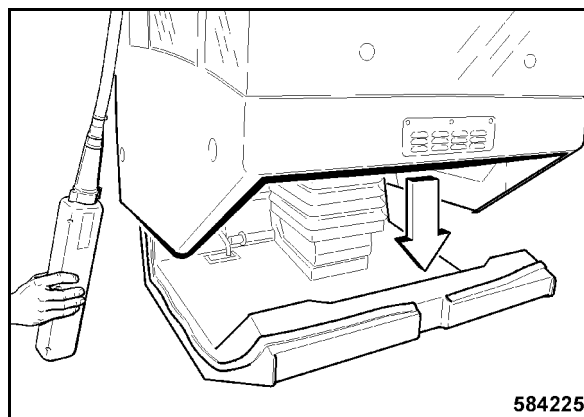

Fig. 239
- Colocar la cabina verticalmente y despacio sobre el puesto de conductor (Fig. 239).